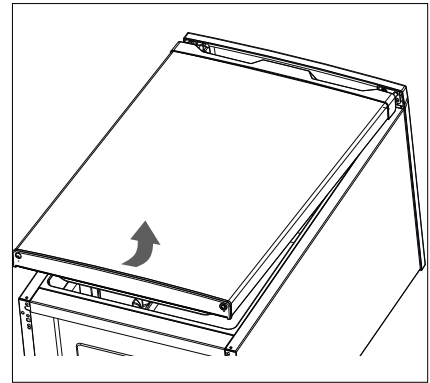

Fig. 4
- ▶ Sollevare leggermente la porta del vano congelatore (4) nella parte inferiore ed estrarla dal perno della cerniera superiore (fig. 4).
- ▶ Mettere da parte la porta del vano congelatore (4) assicurandosi che non possa cadere e appoggiandola su una base morbida per evitare graffi.